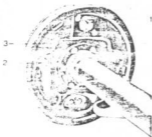

Fig. 222
- limpe todos os parafusos de sangria dos quatro cilindros do freio das rodas (fig. 222, n.º 1)
- a regulagem é feita pela rotação dos excêntricos dos parafusos de regulagem das sapatas (Fig. 222, n.º 2)
- com uma chave, solte a porca de retenção do parafuso de regulagem (3) e com outra chave, gire o parafuso de regulagem até que a guarnição (lona) da sapata encoste firmemente no tambor do freio. Nas rodas do lado esquerdo, as sapatas são apertadas, girando-se o parafuso para o direito; nas sapatas da frente; para a esquerda, nas sapatas de trás. Nas rodas do lado direito, o apêrto é ao contrário